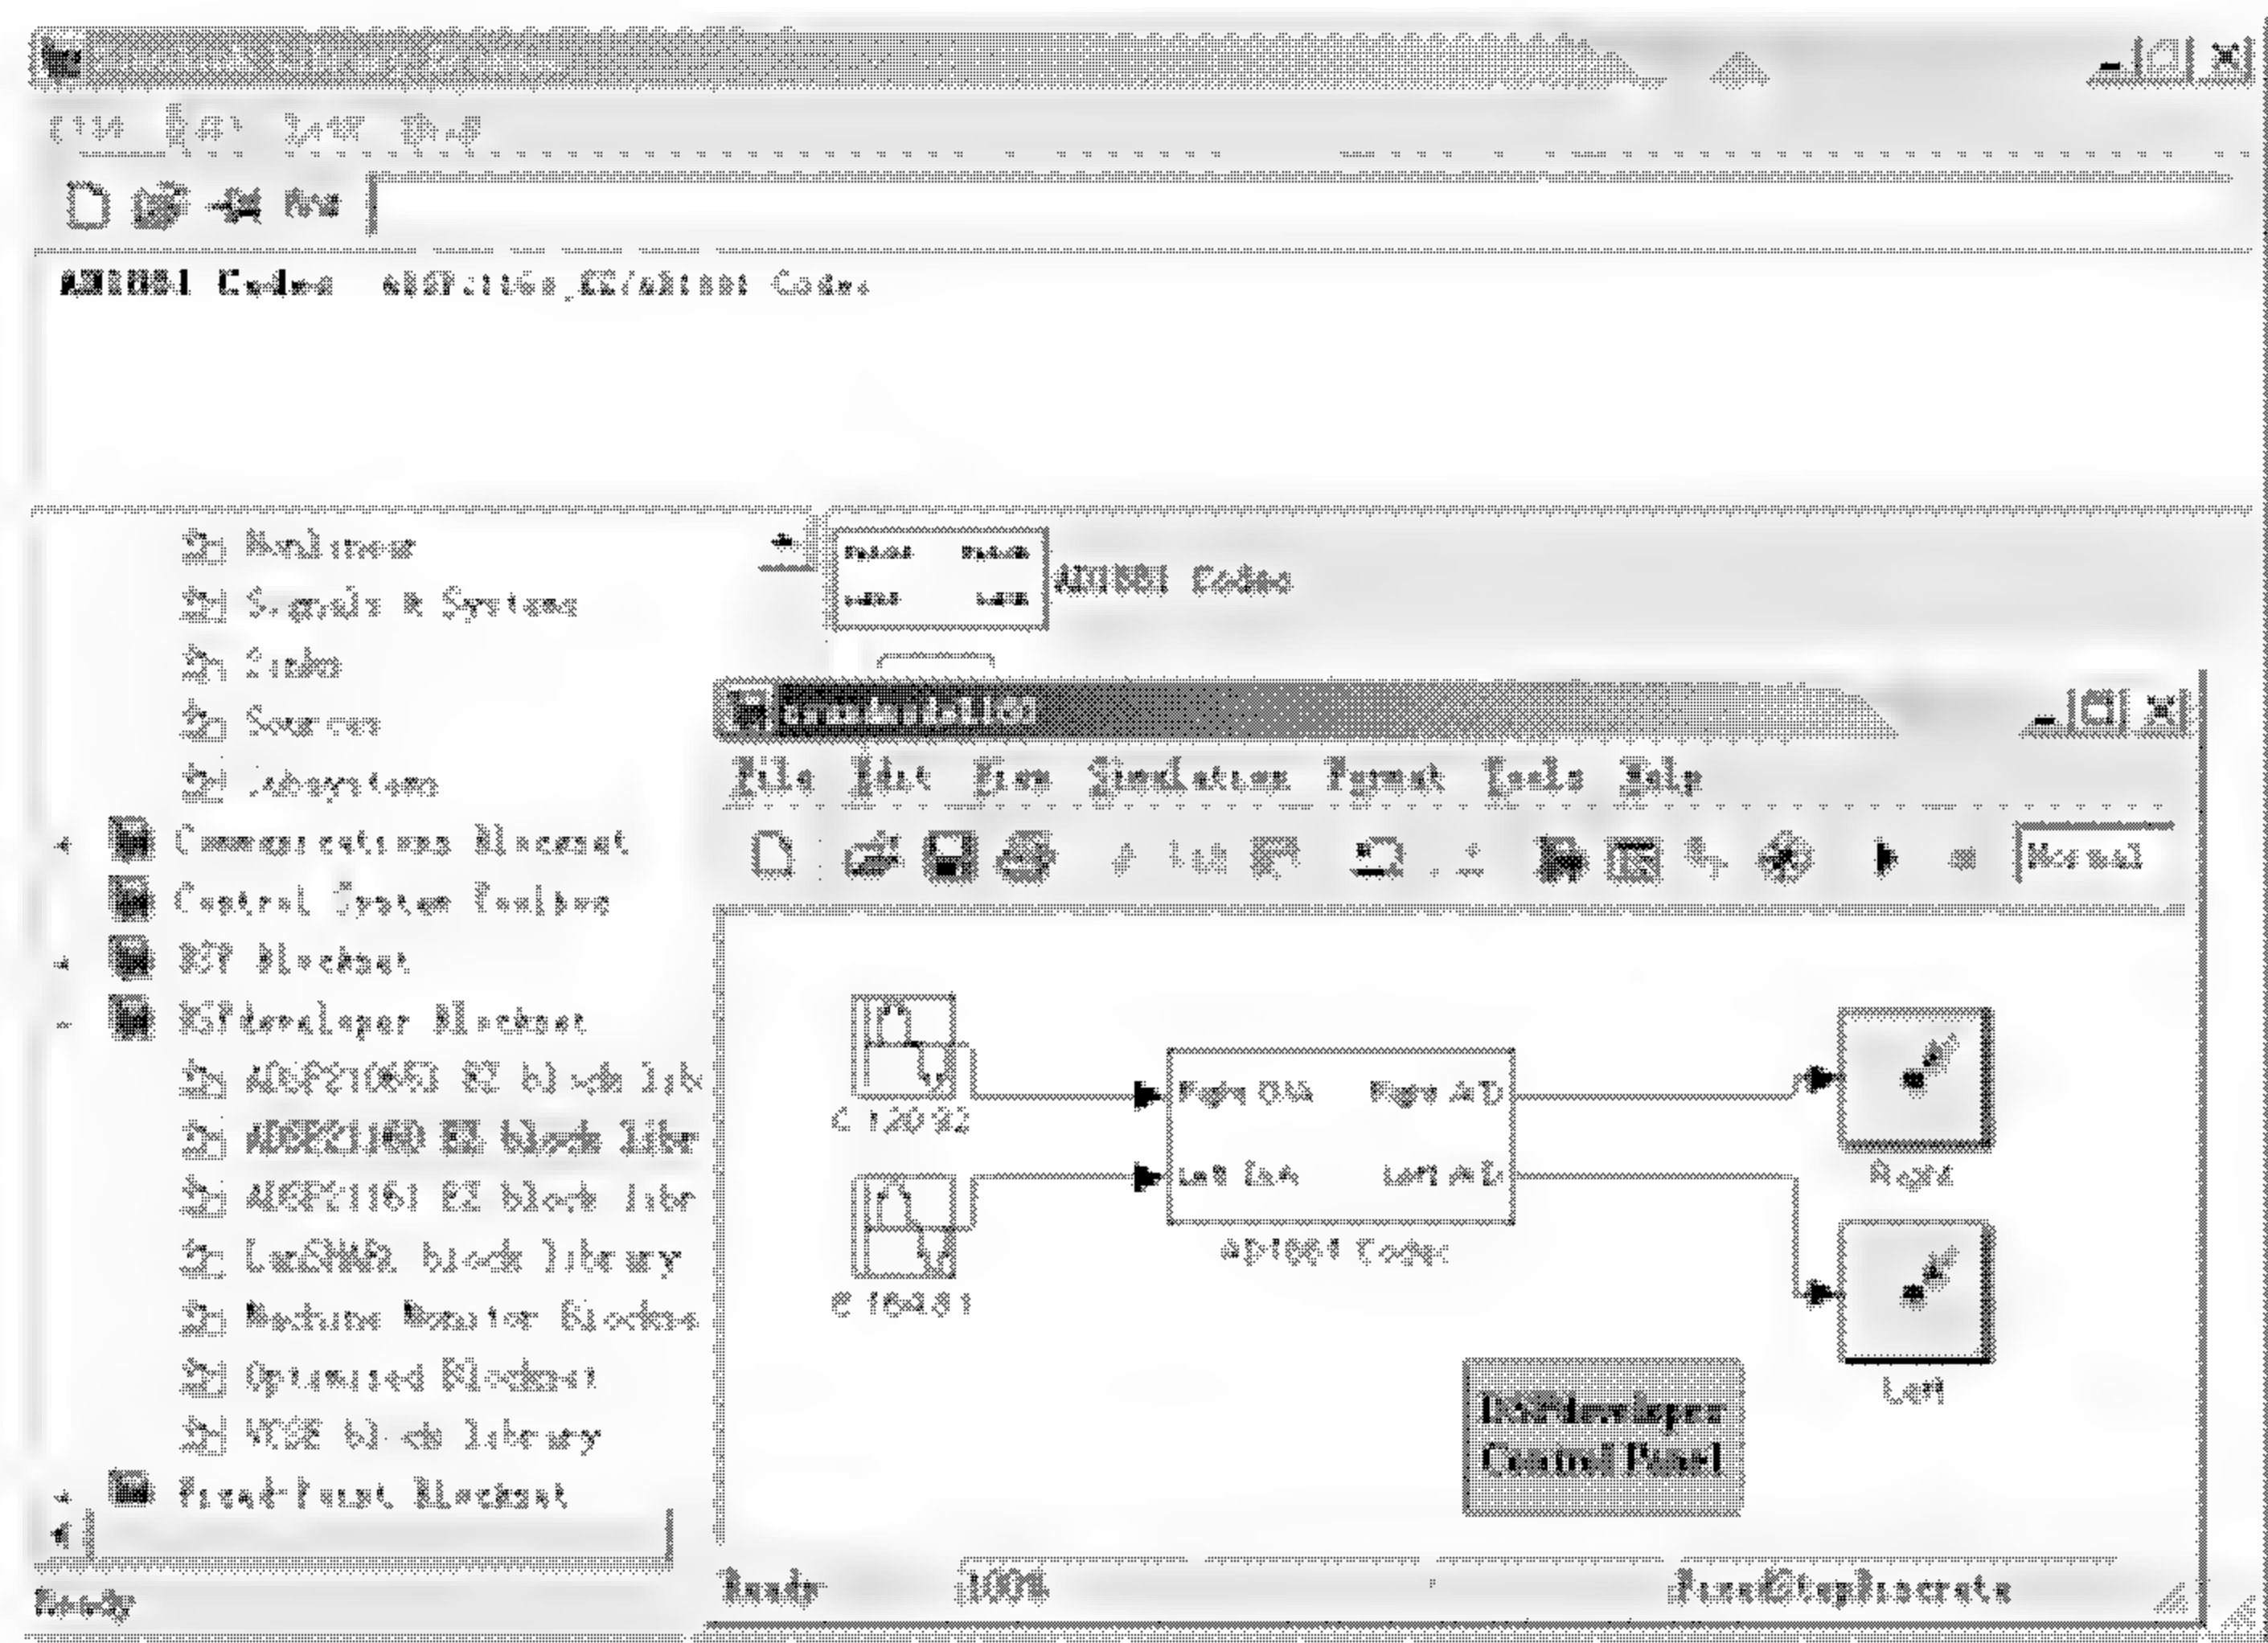

图 7.3 Simulink 演示模型
(1) 在 MATLAB 命令窗中输入 simulink 命令，打开 simulink 库窗口。
(2) 在 Simulink 环境中利用 Simulink 的内在模块和 DSPdeveloper 提供的模块来创建实时模型，图 7.3 为 DSPdeveloper 提供的一个 Simulink 演示模型。
在图 7.3 的 Simulink 模型例子中，两个信号源模块(输出正弦波)都是 Simulink 的内在模块，而其它模块都是 DSPdeveloper 提供的，包括 AD1881 Codec 模块(支持 ADSP21160 EZ - KIT Lite 目标板的模块)、探点(ProbePoint)模块、DSPdeveloper 控制面板(DSPdeveloper Control Panel)模块。
接下来介绍如何利用 DSPdeveloper 提供的控制面板(DSPdeveloper Control Panel)和探点(ProbePoint)来加载、运行和验证生成的可执行代码。我们在前面提到过, DSPdeveloper Control Panel 是 DSPdeveloper 提供的一个主控制面板, 它具有友好的图形用户接口, 可以用来选择加载目标板或 Simulator, 加载和运行可执行代码, 控制主机与目标 DSP 之间的通信以及获取并显示探点的数据等。探点用来在目标 DSP 的存储器中保存数据。下面假定 Simulink 模型中已经加入了 DSPdeveloper Control Panel 模块和 Probe Point 模块(如图 7.3 中的模型)。